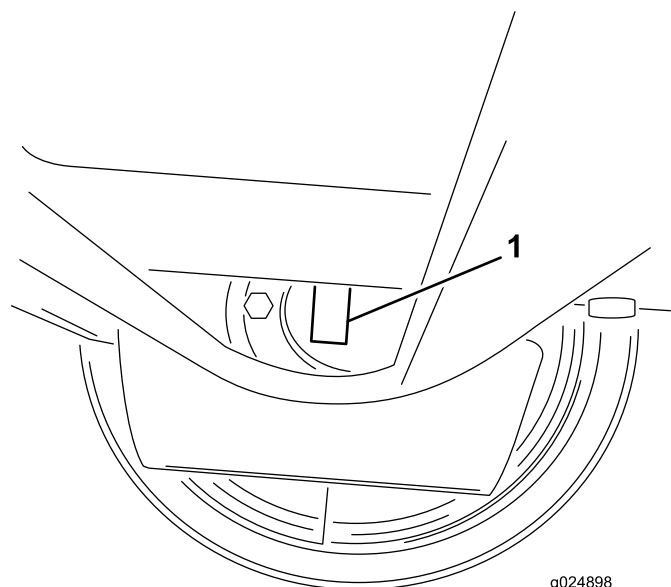

図 1
3. ホイールモータのシリアルプレートを確認する 図 1。マシンの下からのぞいて確認することが可能である。